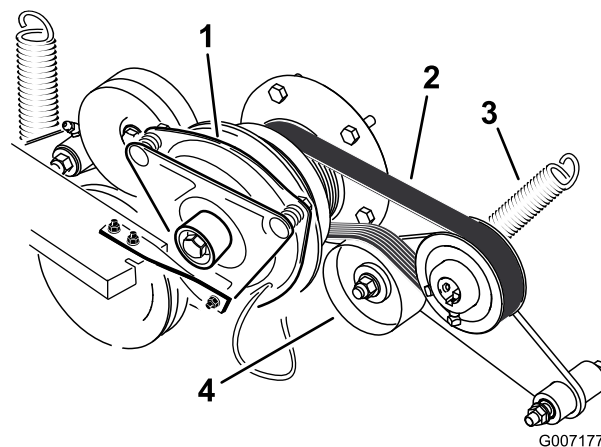

Figure 74
3. Décrochez le ressort du bras de la poulie de tension (Figure 74).
4. Montez la courroie neuve sur les poulies du moteur et des pompes hydrauliques (Figure 74).
6. Raccrochez le ressort au bras de la poulie de tension (Figure 74).